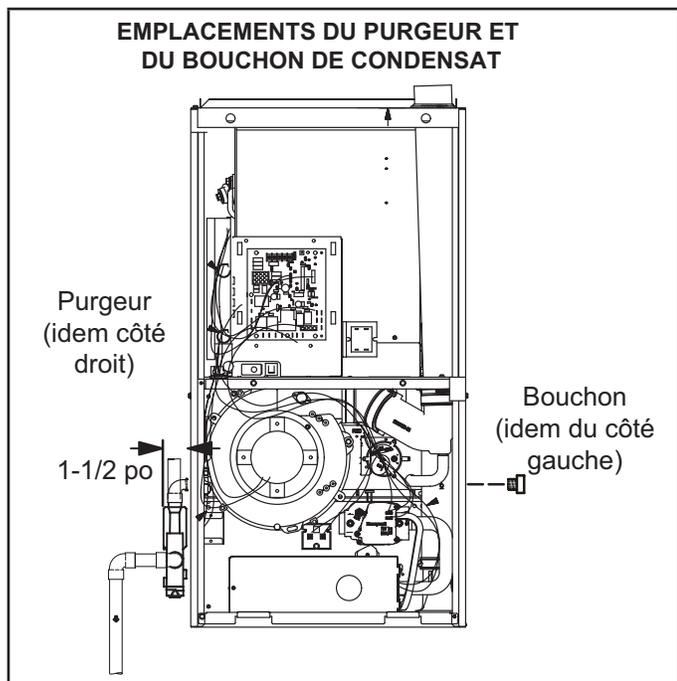
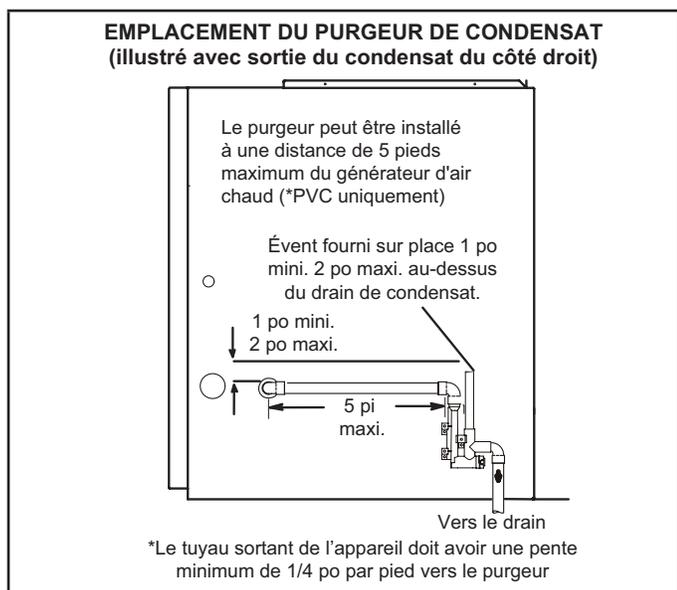

FIGURE 47
FIGURE 48
Cette unité est prévue pour une sortie à gauche ou à droite du tuyau de condensat. Voir les FIGURE 47 et FIGURE 48 pour les emplacements du purgeur de condensat.
- 2 - Utiliser un grand tournevis à tête plate ou une douille d'entraînement de 1/2 po pour retirer le capuchon (figure 47) du boîtier du collecteur de l'extrémité froide à l'emplacement approprié sur le côté de l'appareil. Installer un coude de 3/4 po NPT sur le boîtier du collecteur de l'extrémité froide. Utiliser de l'adhésif au Téflon ou un enduit d'enrobage approprié.